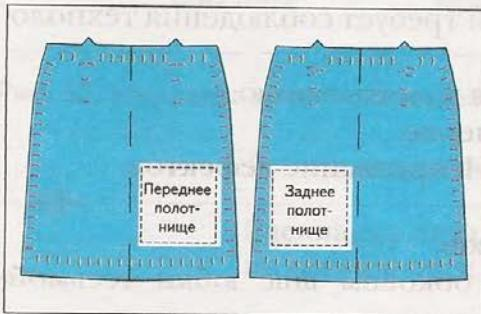

Рис. 58. Маркировка деталей юбки
3. Маркировать детали юбки (рис. 58).